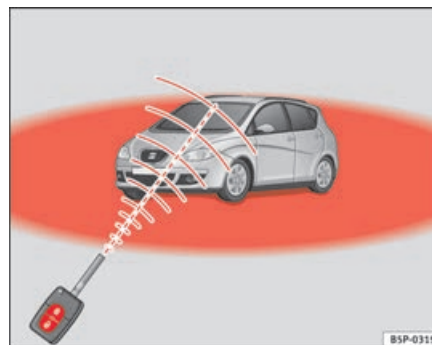

Fig. 65 Rádio de acção do telecomando por rádio-frequência
- O telecomando por rádio-frequência só funciona, se se encontrar dentro do seu raio de acção ⇒ página 103, fig. 65 (superfície vermelha).